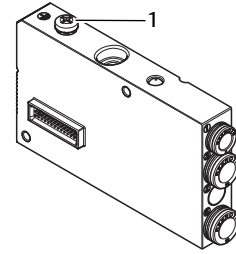

Fig. 9: Conexión FE, HF04/HF04XF
2. Para desviar interferencias de CEM en el bloque de válvulas HF04-/HF04XF, conecte a tierra la conexión FE (1) del bloque mediante un conducto de baja impedancia. Véase → Fig. 9.